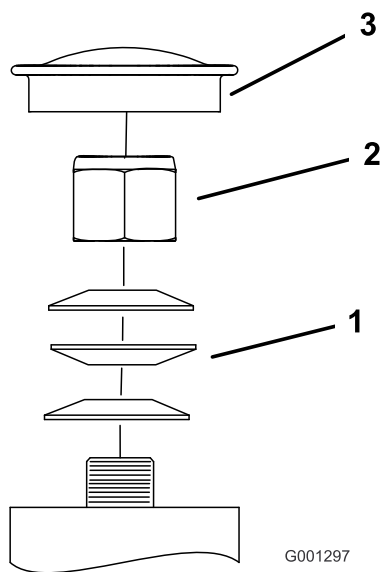

Figura 66
3. Togliete lo scodellino parapolvere dalla ruota orientabile e serrate il dado di bloccaggio (Figura 66).
4. Serrate il dado di bloccaggio finché le rondelle elastiche non sono piatte, quindi allentate di un quarto di giro per mettere a punto il precarico sui cuscinetti (Figura 66).
Importante: Verificate che le rondelle elastiche siano correttamente montate, come riportato nella Figura 66.
5. Montate gli scodellini antipolvere (Figura 66).